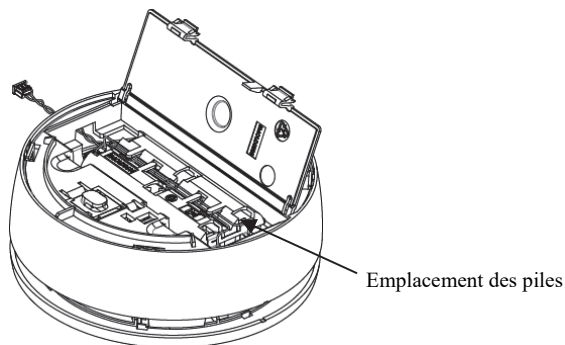

Figure 8
4. Ouvrez le couvercle du compartiment à piles (*reportez-vous à la Figure 8*).